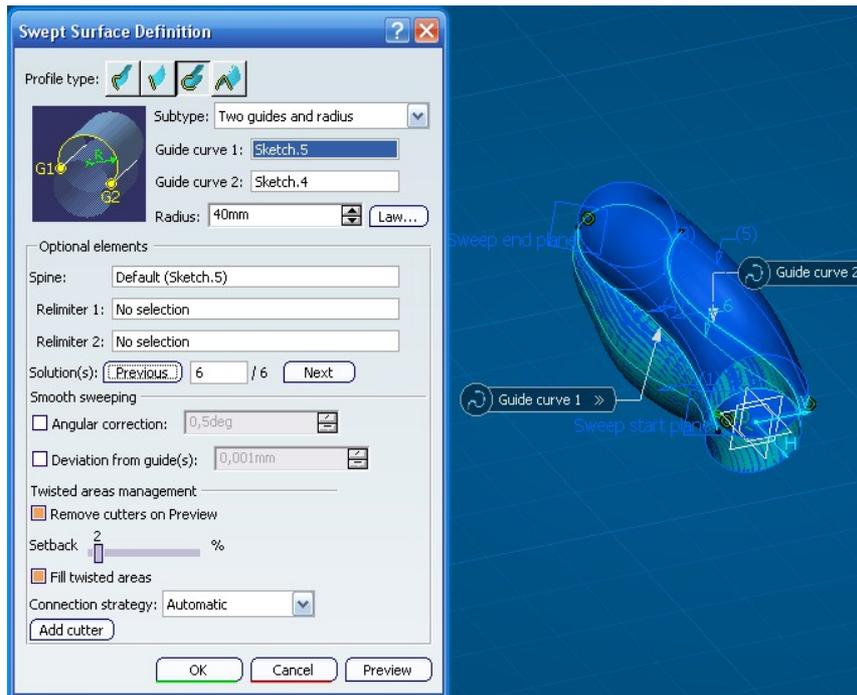
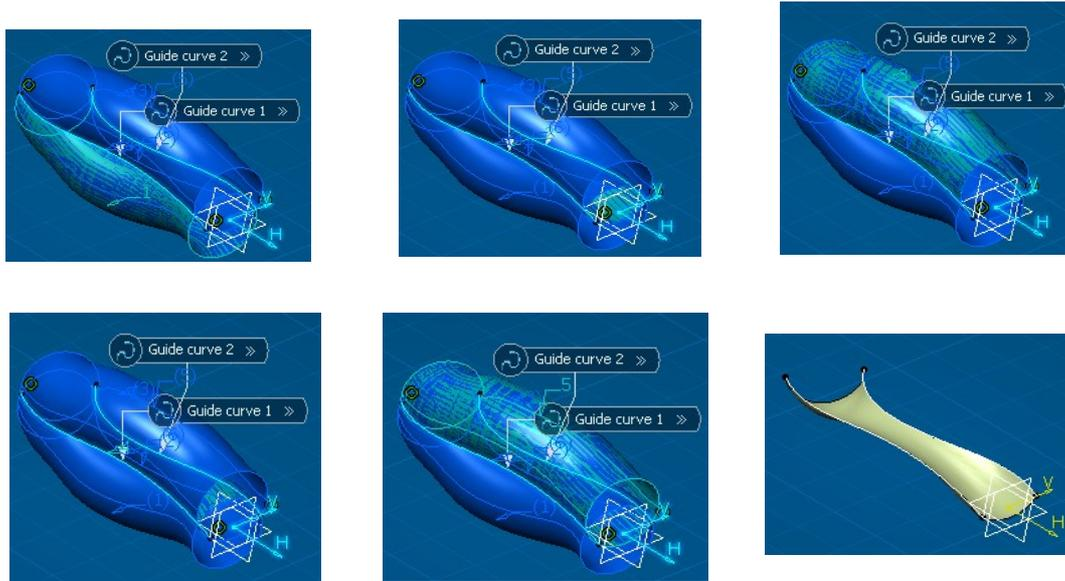

Ilustración 413: Definición y ejemplo de *Two guides and radius*.
Ilustración 414: Distintas soluciones. La solución final es la segunda solución de esta Ilustración.
2.- *Two guides and radius*: se crea el barrido por dos curvas guías y un radio. En esta ocasión, los círculos o arcos que generarán la superficie, estarán definidos por los dos puntos de intersección de las dos curvas guías con los planos perpendiculares a la curva espina y el valor del radio. Se verá en el siguiente ejemplo (Ilustración 413) cómo se pueden obtener varias soluciones y cómo elegir entre ellas.
Las soluciones se muestran en azul claro, como se ve en la Ilustración 413. Para elegir entre soluciones se pueden elegir directamente entre ellas picando en el dibujo sobre los números entre paréntesis o pulsando los botones *Previous/Next*. En la Ilustración 414 se muestran las distintas soluciones y la elegida como final. La primera de las soluciones es la que se muestra en la Ilustración 413.